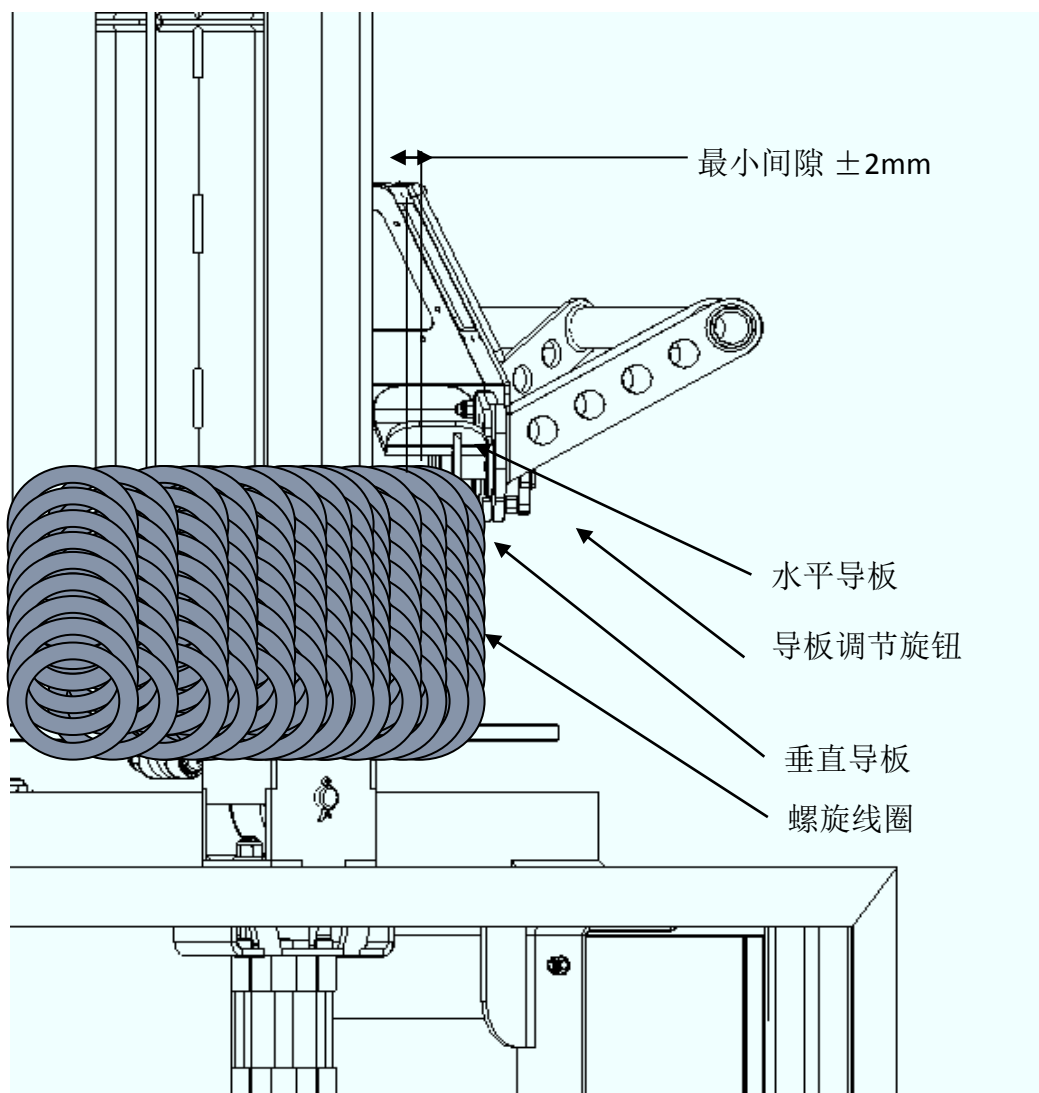

图 25: 操作卷取机臂
11. 在“手动模式”下“向前”运行开卷机时，通过“螺旋钻入口导板”并在心轴上拉动螺旋钻，如图 25 所示。螺旋钻必须紧紧缠绕于心轴上并在已实现完整转动一周时自行固定。